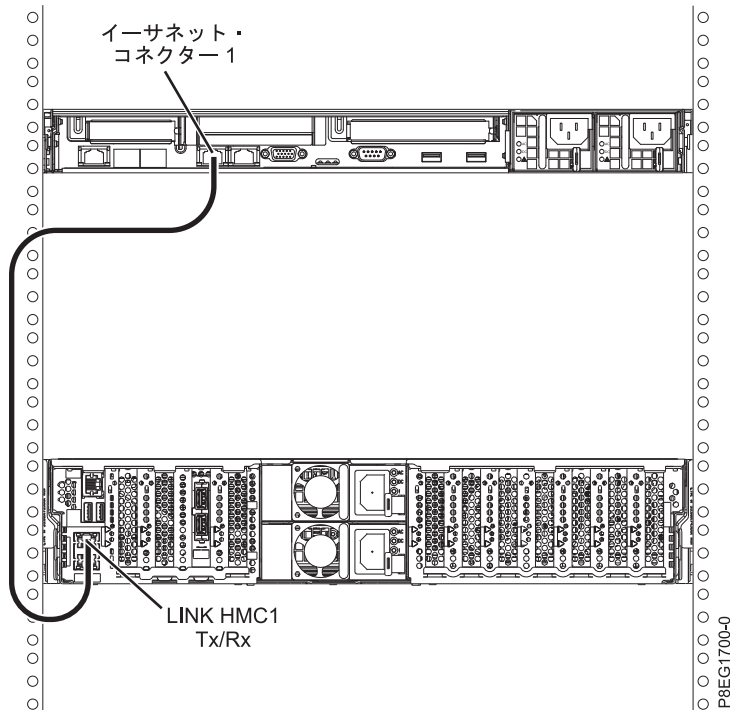

図 17. 管理対象システムへの HMC の取り付け
1. HMC を管理対象システムに直接接続する場合は、HMC の イーサネット・コネクター 1 を管理対象システムの HMC1 ポートに接続します。『16 ページの図 17』を参照してください。